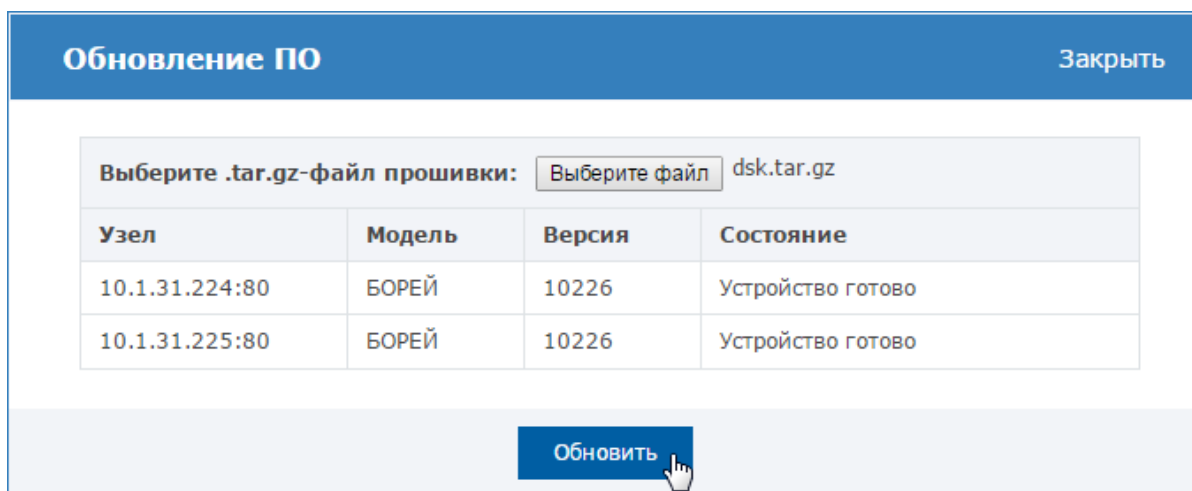

Рисунок 9.72 — Окно обновления прошивки нескольких узлов
3. В отобразившемся окне нажмите на кнопку **Выберите файл** для указания пути к файлу обновления, предоставленному производителем; затем нажмите на кнопку **Обновить** (рисунок 9.72). Будет выполнено обновление программных средств узлов с последующей перезагрузкой.